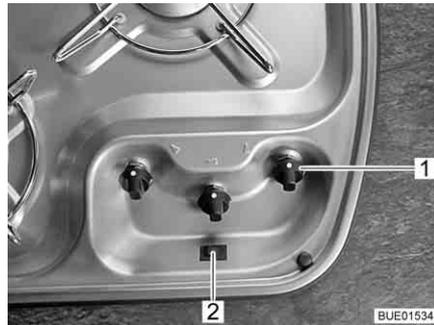

Bild 217 Bedienelemente für Gaskocher
- Drehregler (Bild 217,1) der gewünschten Brennstelle auf Zündposition (große Flamme) drehen.
- Zündknopf (Bild 217,2) drücken. Am Brenner werden Zündfunken erzeugt.